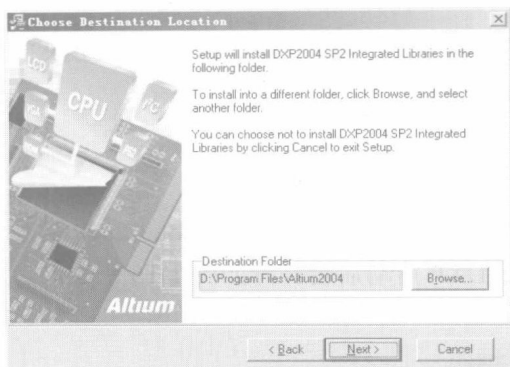

图 1-11 设置元件库安装路径
- (2) 选择安装路径，与主程序的安装路径保持一致，单击 Next 按钮，如图 1-11 所示。